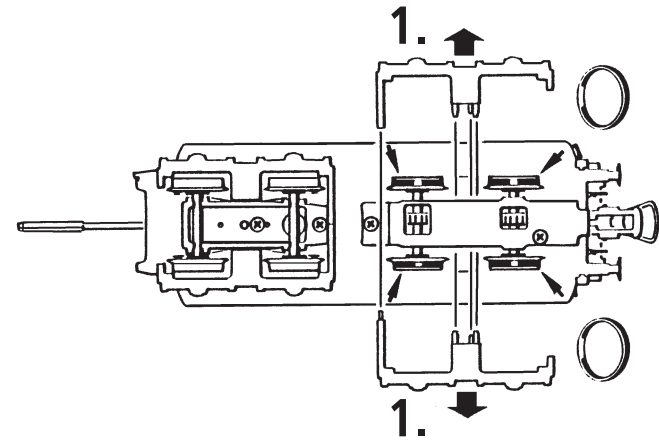

Fig. 13
siehe Fig. 13
A.C. operation: see fig. 13
Version en courant alternatif: voir fig. 13